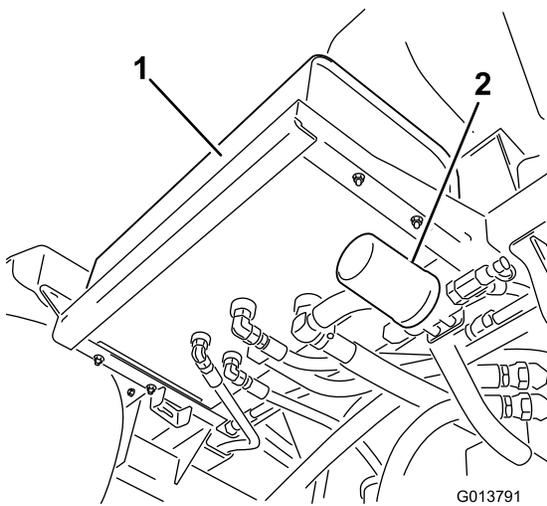
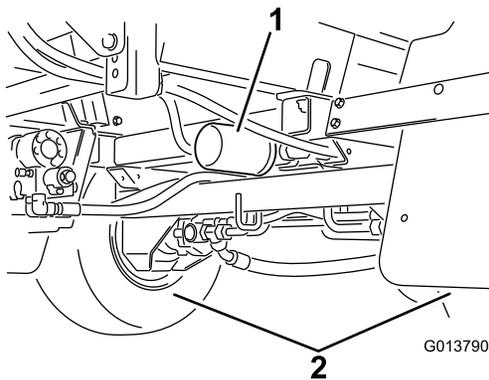

Figura 94
Figura 95
2. Localice los dos filtros hidráulicos en la máquina (Figura 94 y Figura 95).